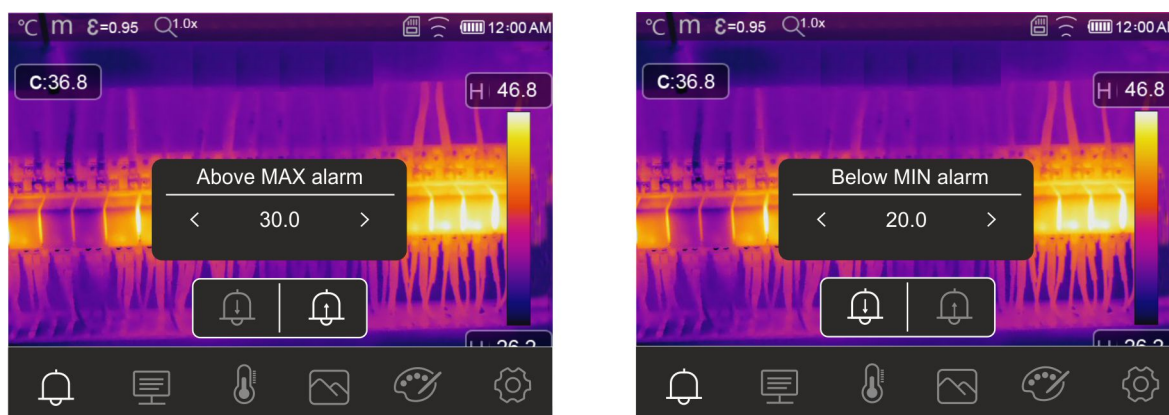

Fig. 41: Configuração de limites de alarmes
- Clique em "Lo" na parte inferior do ecrã nas teclas ▲ ou ▼ para definir o valor do limite mínimo de temperatura abaixo do qual o instrumento mostra os pontos da imagem em azul e os pontos restantes em cinzento (ver Fig. 41)